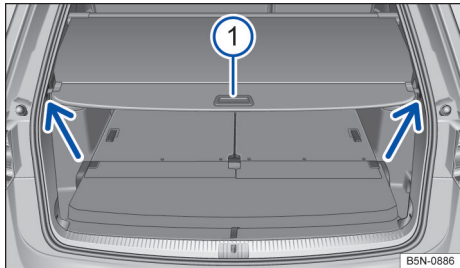

Fig. 177 No compartimento de bagagem: cobertura fechada do compartimento de bagagem.
- Puxar a cobertura do compartimento de bagagem um pouco para trás pelo manípulo → Fig. 177 ① e retirá-la da ancoragem, puxando-a para cima (setas). Conduzir a cobertura do compartimento de bagagem para frente.